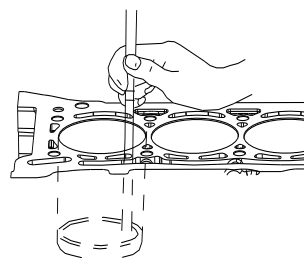

Рис. 3-9
4. Измерьте зазор в замке компрессионных колец (рис. 3-9) с помощью щупа, предварительно вставляя измеряемое кольцо в цилиндр. Если зазор не соответствует указанному ниже, замените кольцо.